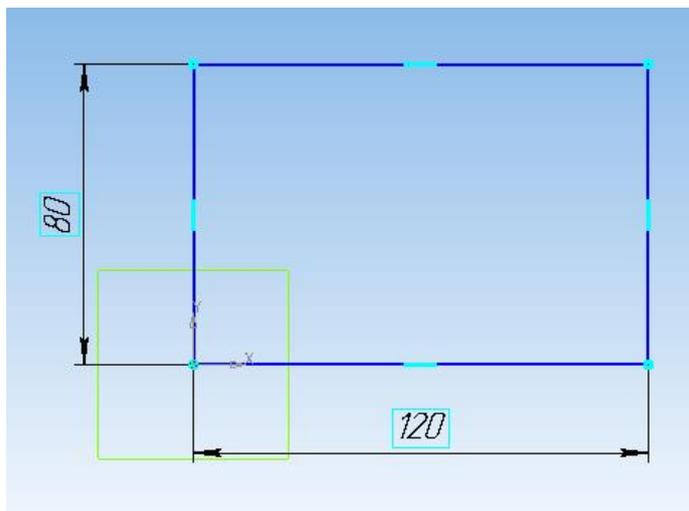

Рисунок 47.
4. По размерам выполните **Прямоугольник** (рисунок 47).